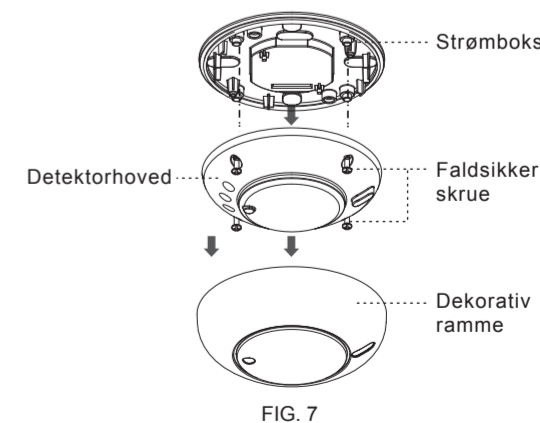

FIG. 7
- 4.4.1.1 Tag den dekorative ramme af detektoren, og tag derefter detektorhovedet ud af strømboksen ved at skrue dens 4 faldsikre skruer ud (Se FIG. 7).
4.4.1.4 Monter detektorhovedet på strømboksen ved at indsætte dens fire faldsikre skruer i de tilsvarende skruehuller. Påsæt derefter den dekorative ramme (Se FIG. 7).